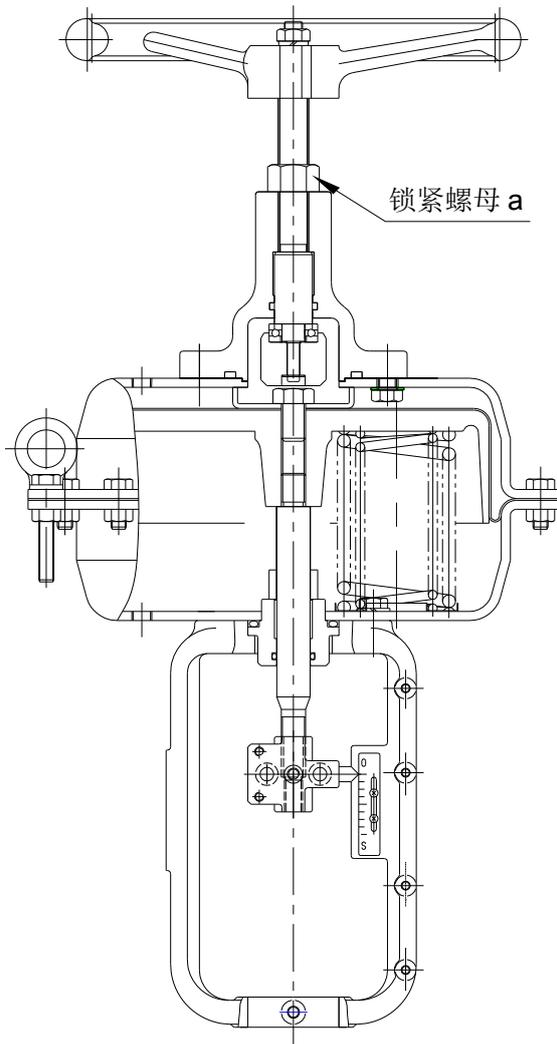

图 4-1 (DT) 正作用带顶式手轮
注：①正作用（阀芯在上方）。②自动与手动不可同时工作。③手动操作结束后，手轮轴必须回到规定的位置（如图4-1，4-2所示）。若不回到规定的位置，则自动控制时将达不到规定的行程。另外有可能使手动机构损坏。
- 自动控制时，必须使手轮回到图4-1，4-2所示的位置。